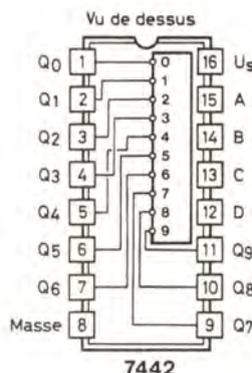

Fig. 10
A la figure 10 on donne le schéma du décodeur 7442 de la série TTL fonctionnant sous 5 V (broche 16 (+) et 8 (-)). Le décodeur 7442 possède quatre entrées A, B, C, D (points respectifs 15, 14, 13, 12) et dix sorties (0) (1)... (9) aux points 1 et 9, 10, 11.